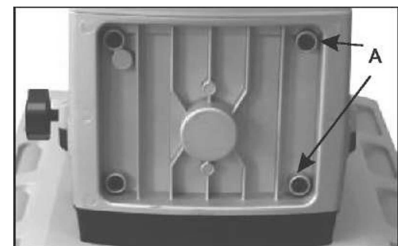

Fig. 6A
1. Ouvrez le capot arrière en desserrant les 4 vis (A). (Fig. 6A)